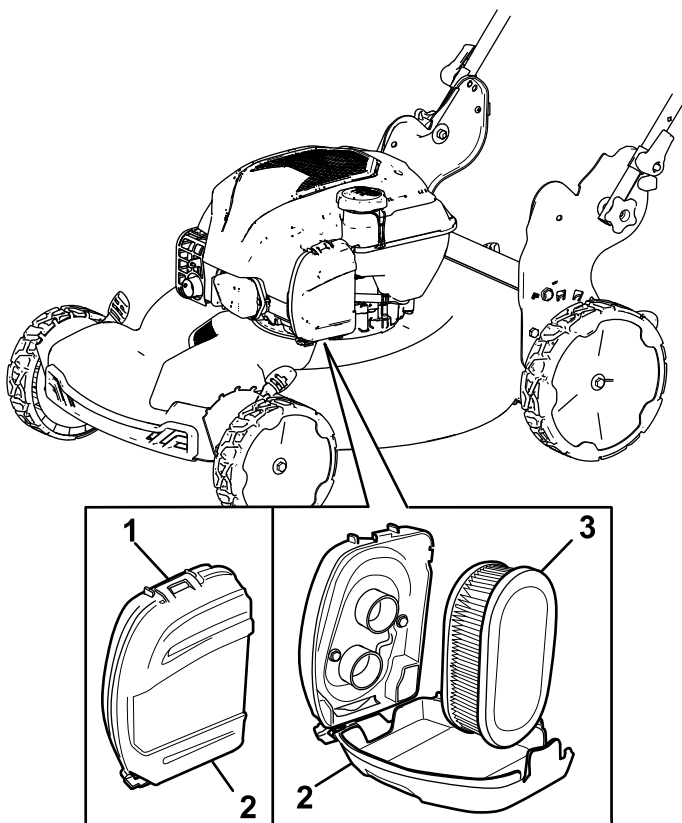

Figura 18
1. Desprindeți partea superioară a capacului filtrului de aer (Figura 18).
2. Îndepărtați filtrul de aer (Figura 18).